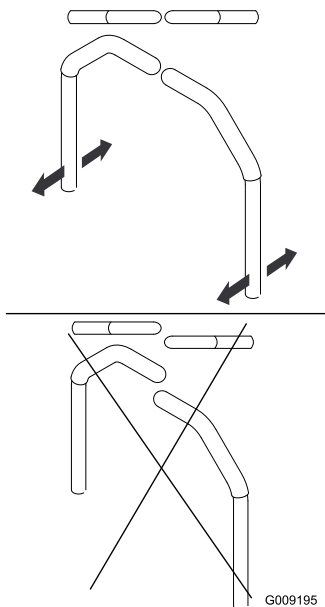

Figure 78
4. Réglez l'alignement avant/arrière des leviers en les plaçant simultanément à la position point mort puis faites-les coulisser jusqu'à ce qu'ils soient alignés, puis serrez les boulons (Figure 78).